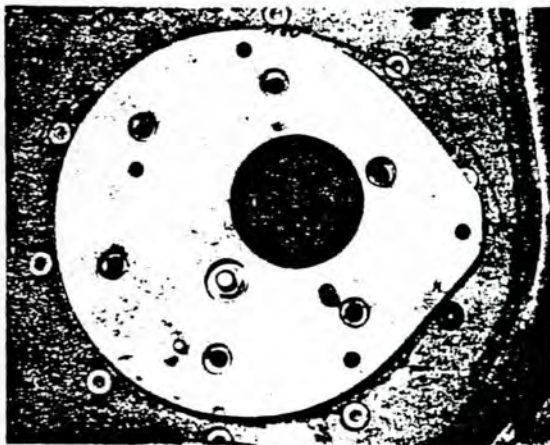

Fig. 7
- Die obere Getriebeplatte einlegen. Dabei muß die nockenförmige Seite der Platte in Fahrtrichtung "rechts" in einer 180°-Stellung zum Anschlag am Kranz (Fig. 7) stehen.
- Insert the upper transmission plate so that, looking straight ahead, the cam-shaped side of the plate is at "right" at a 180° position relative to stop on ring (Fig. 7).
- Mettre en place la plaque support. La pointe du nez doit être placée à droite sous un angle de 180° par rapport à la butée de braquage (fig. 7).